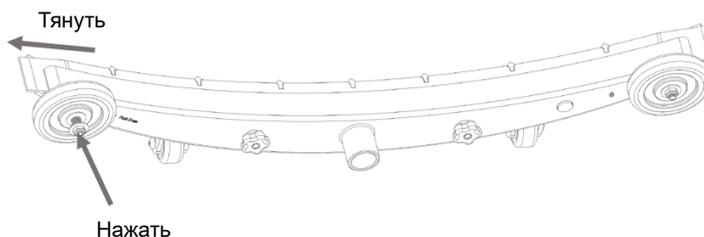

РИС.26
3. При необходимости замените или переверните лезвия. Операция выглядит так, как показано на Рис. 26.